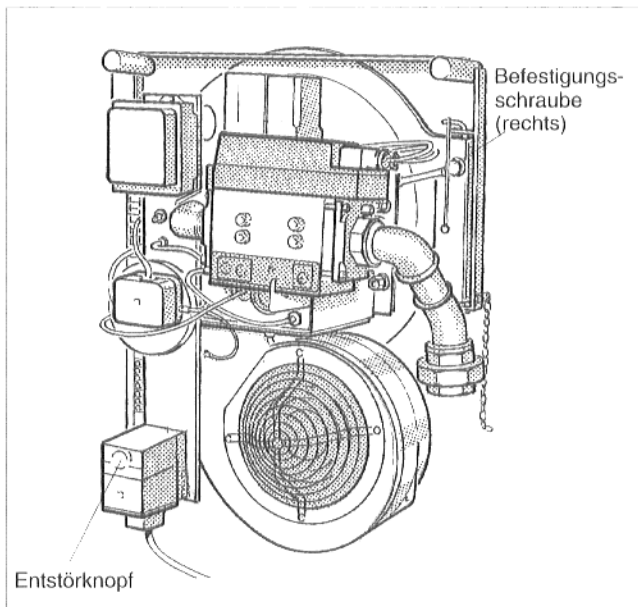

Abb. 9
- Entstörknopf betätigen (Abb.9).
- Damit kein Abgas aus dem Feuerraum austritt, Befestigungsschrauben der Brennertür (Abb.9) im warmen Zustand gut handfest nachziehen.